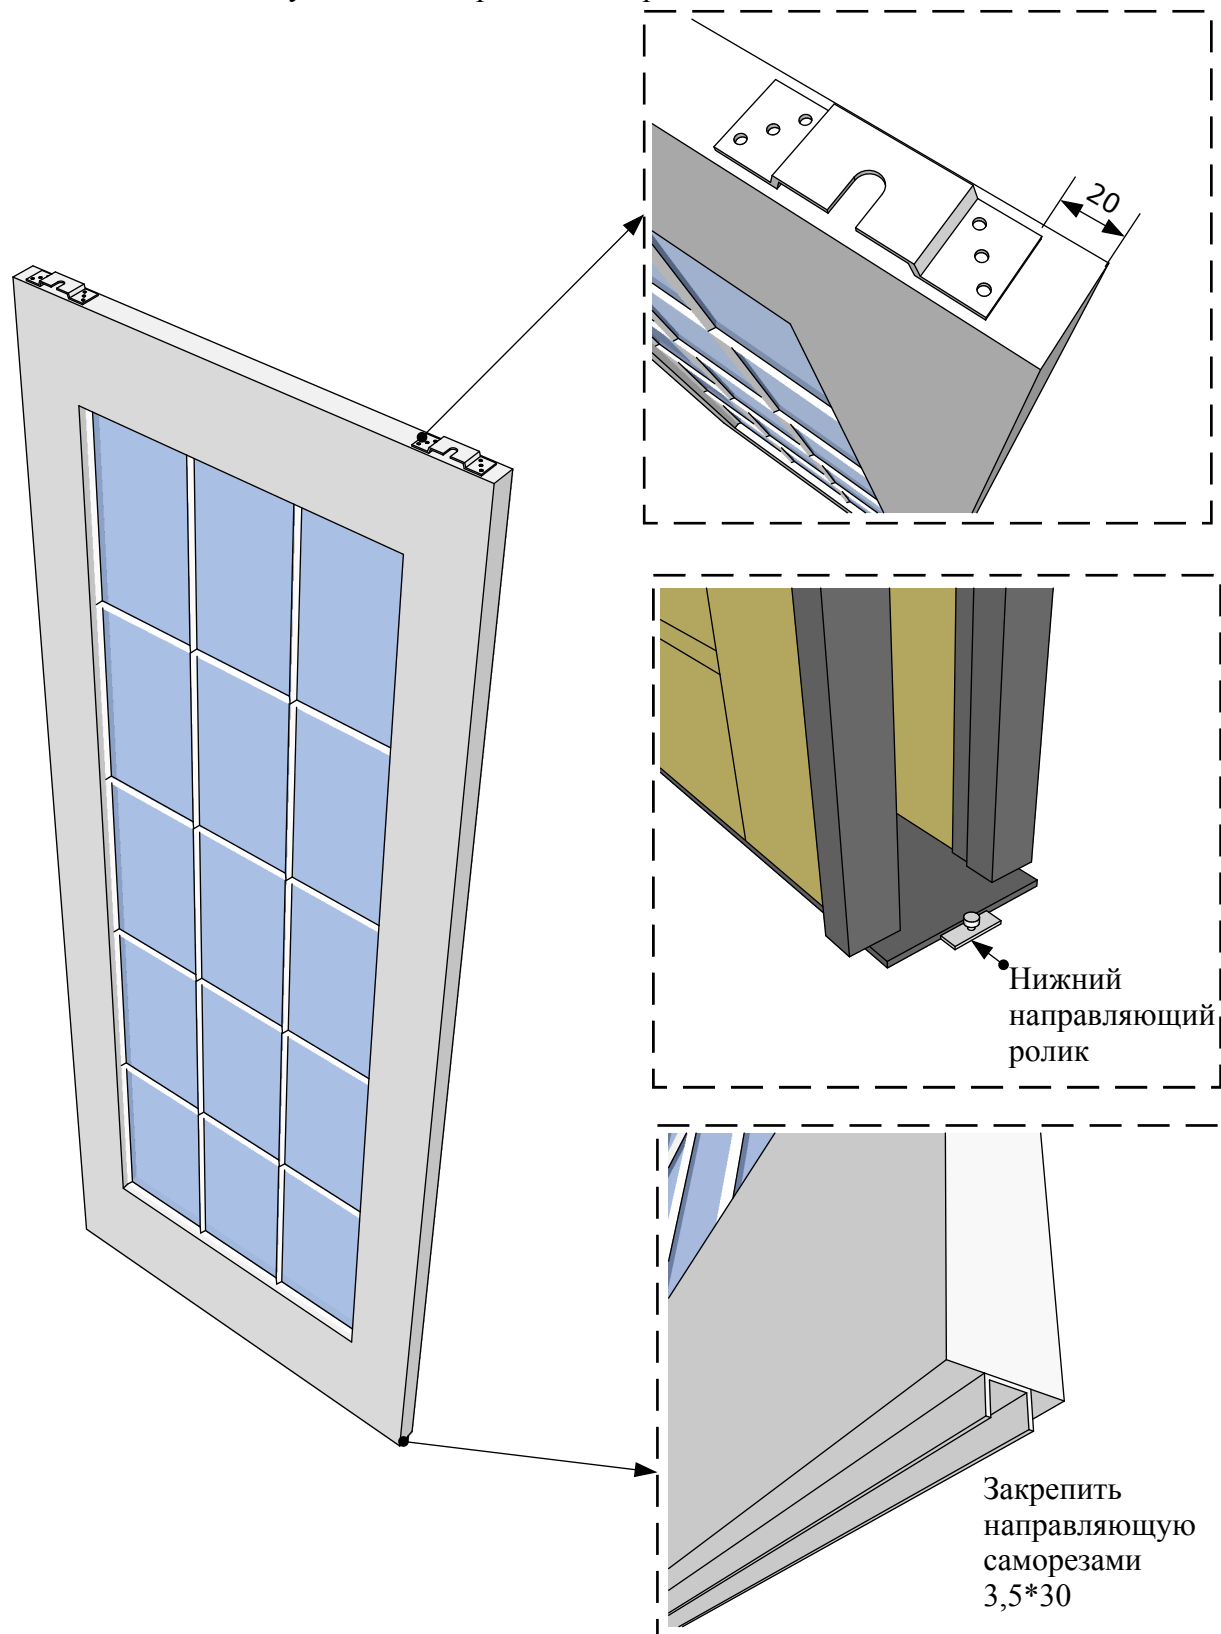

Рисунок 19
9. Подготовка дверного полотна к монтажу (Рис.19).